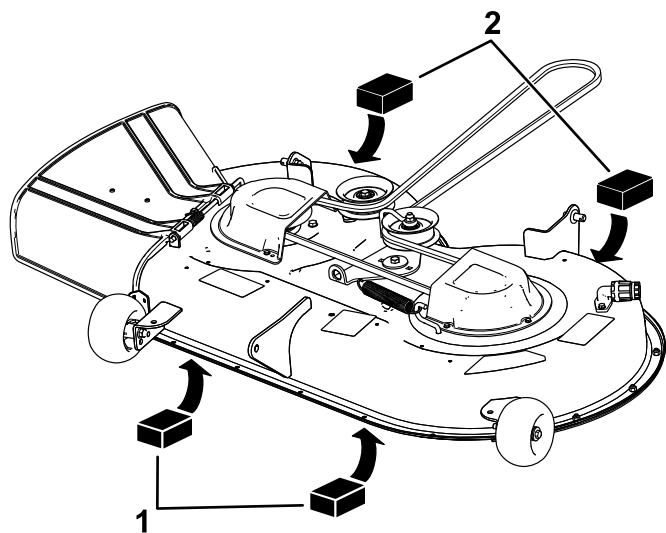

図 62
4. デッキの左右前部に角材厚さ 6.6 cm を入れる。芝削り防止ローラの下には入れないこと **図 62**。
5. 刈り込みデッキのスカートの後ろの左右のエッジ部の下にブロック厚さ 7.3 cm をそれぞれ 1 個ずつセットする **図 62**。